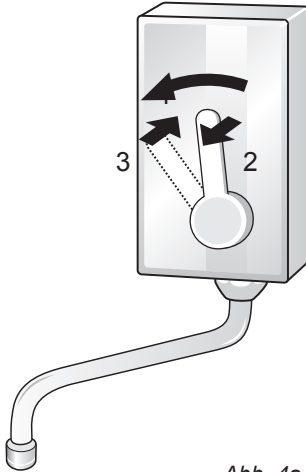

Abb. 4a
- Die Temperatureinstellung am besten mit drehen des Wassermischers nach links und gleichzeitig weg vom Gerät beginnen. Anschließend den Durchfluss drosseln durch langsames Zurückversetzen des Wassermischers in Richtung Durchlauferhitzer (Abb. 4a). Auf diese Weise wird die höchstmögliche Temperatur erreicht.